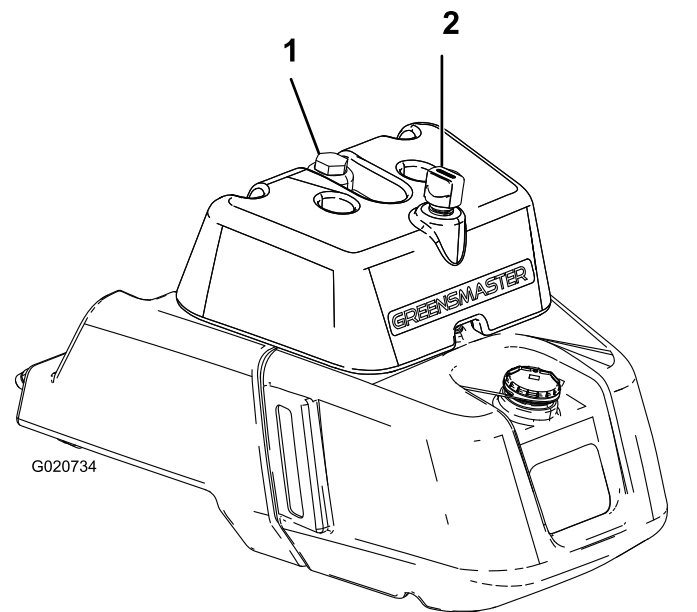

Figura 35
- Si el depósito tiene mirilla, compruebe el nivel de aceite en la mirilla (**Figura 35**) y vaya al paso 5.